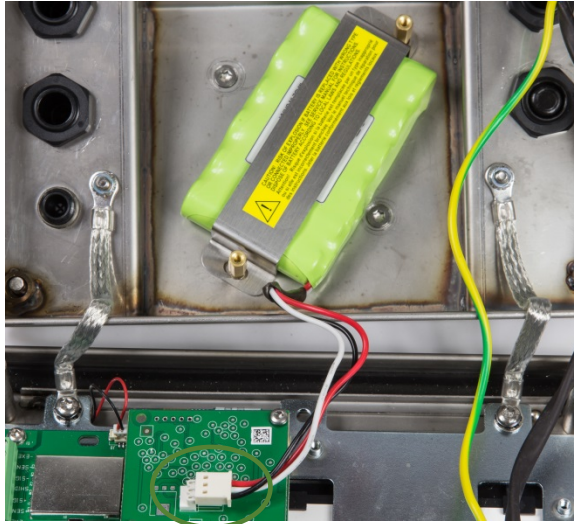

Figura 2-22: Batteria NiMH Installata in IND236
2. Posizionare la batteria nell'alloggiamento e bloccarlo in posizione usando la staffa fornita e due supporti esagonali, come mostrato nella Figura 2-22.
3. Collegare il cavo della batteria al connettore sulla scheda di carico, come indicato nella Figura 2-22.